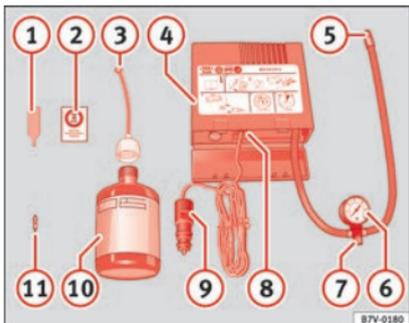

Fig. 58 Rappresentazione standard: contenuto del kit per la riparazione degli pneumatici.
- Svitare il cappuccio e l'elemento di tenuta della valvola del pneumatico. Utilizzare l'apparato »» fig. 58 ① per estrarre l'elemento di tenuta. Collocarlo su una superficie pulita.
- Agitare vigorosamente la bomboletta del sigillante per pneumatici »» fig. 58 ⑩.
- Avvitare il tubo di gonfiaggio »» fig. 58 ③ alla bomboletta del sigillante. La piombatura della bomboletta si rompe automaticamente.
- Rimuovere il tappo del tubo di riempimento »» fig. 58 ③ e avvitare l'estremità aperta dal tubo alla valvola dello pneumatico.
- Ricollocare l'elemento di tenuta con l'apparato »» fig. 58 ① nella valvola del pneumatico.
- Avvitare il tubo di gonfiaggio del pneumatico del compressore »» fig. 58 ⑤ nella valvola del pneumatico.
- Verificare che la vite di sfiato dell'aria sia chiusa »» fig. 58 ⑦.
- Collegare il connettore »» fig. 58 ⑨ a una presa elettrica a 12 V del veicolo »» pag. 144.
- Collegare il compressore ad aria con l'interruttore ON/OFF »» fig. 58 ⑧.